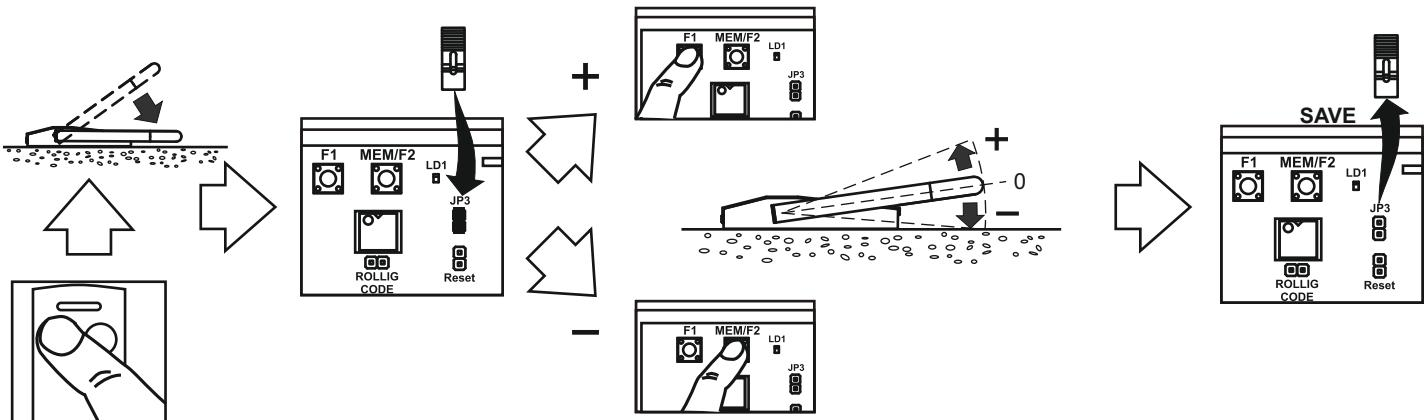

FIG.8 / Abb.8
- Änderung Position „Bogen unten“ (Abb. 8)